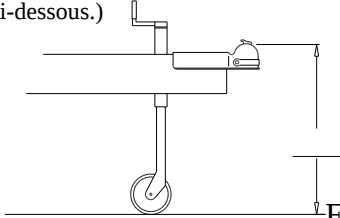

Fig. 1
2. Nivelier la caravane et mesurer et enregistrer la distance entre le sol et le haut de la Coupleur. (Fig.1).
6. Rivet ⑩ et 7 rondelles d'espaceur ⑨ sont fournis afin d'obtenir un angle descendant correct de élasticité bars. Pour un ajustement initial, essayez 4 spacer laveurs pour coupleurs montés haut et 3 lave-linge d'espaceur pour les coupleurs montés en bas. insérer rivet ⑩ et selon l'angle ou la pente des barres qui doivent être acquises, utilisez le moins de rondelles ⑨ nécessaire afin d'établir un angle correct. (Voir Fig. 1, 2, and 3 ci-dessous.)